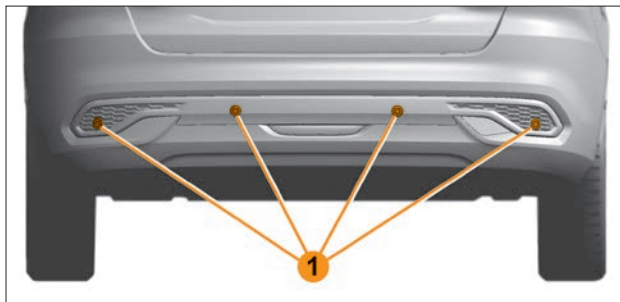

Рис. 5.15.1. Задние датчики четырехканальной СБП (в вариантном исполнении)
- четырехканальная СБП имеет четыре датчика 1 (рис. 5.15.1) в заднем бампере.